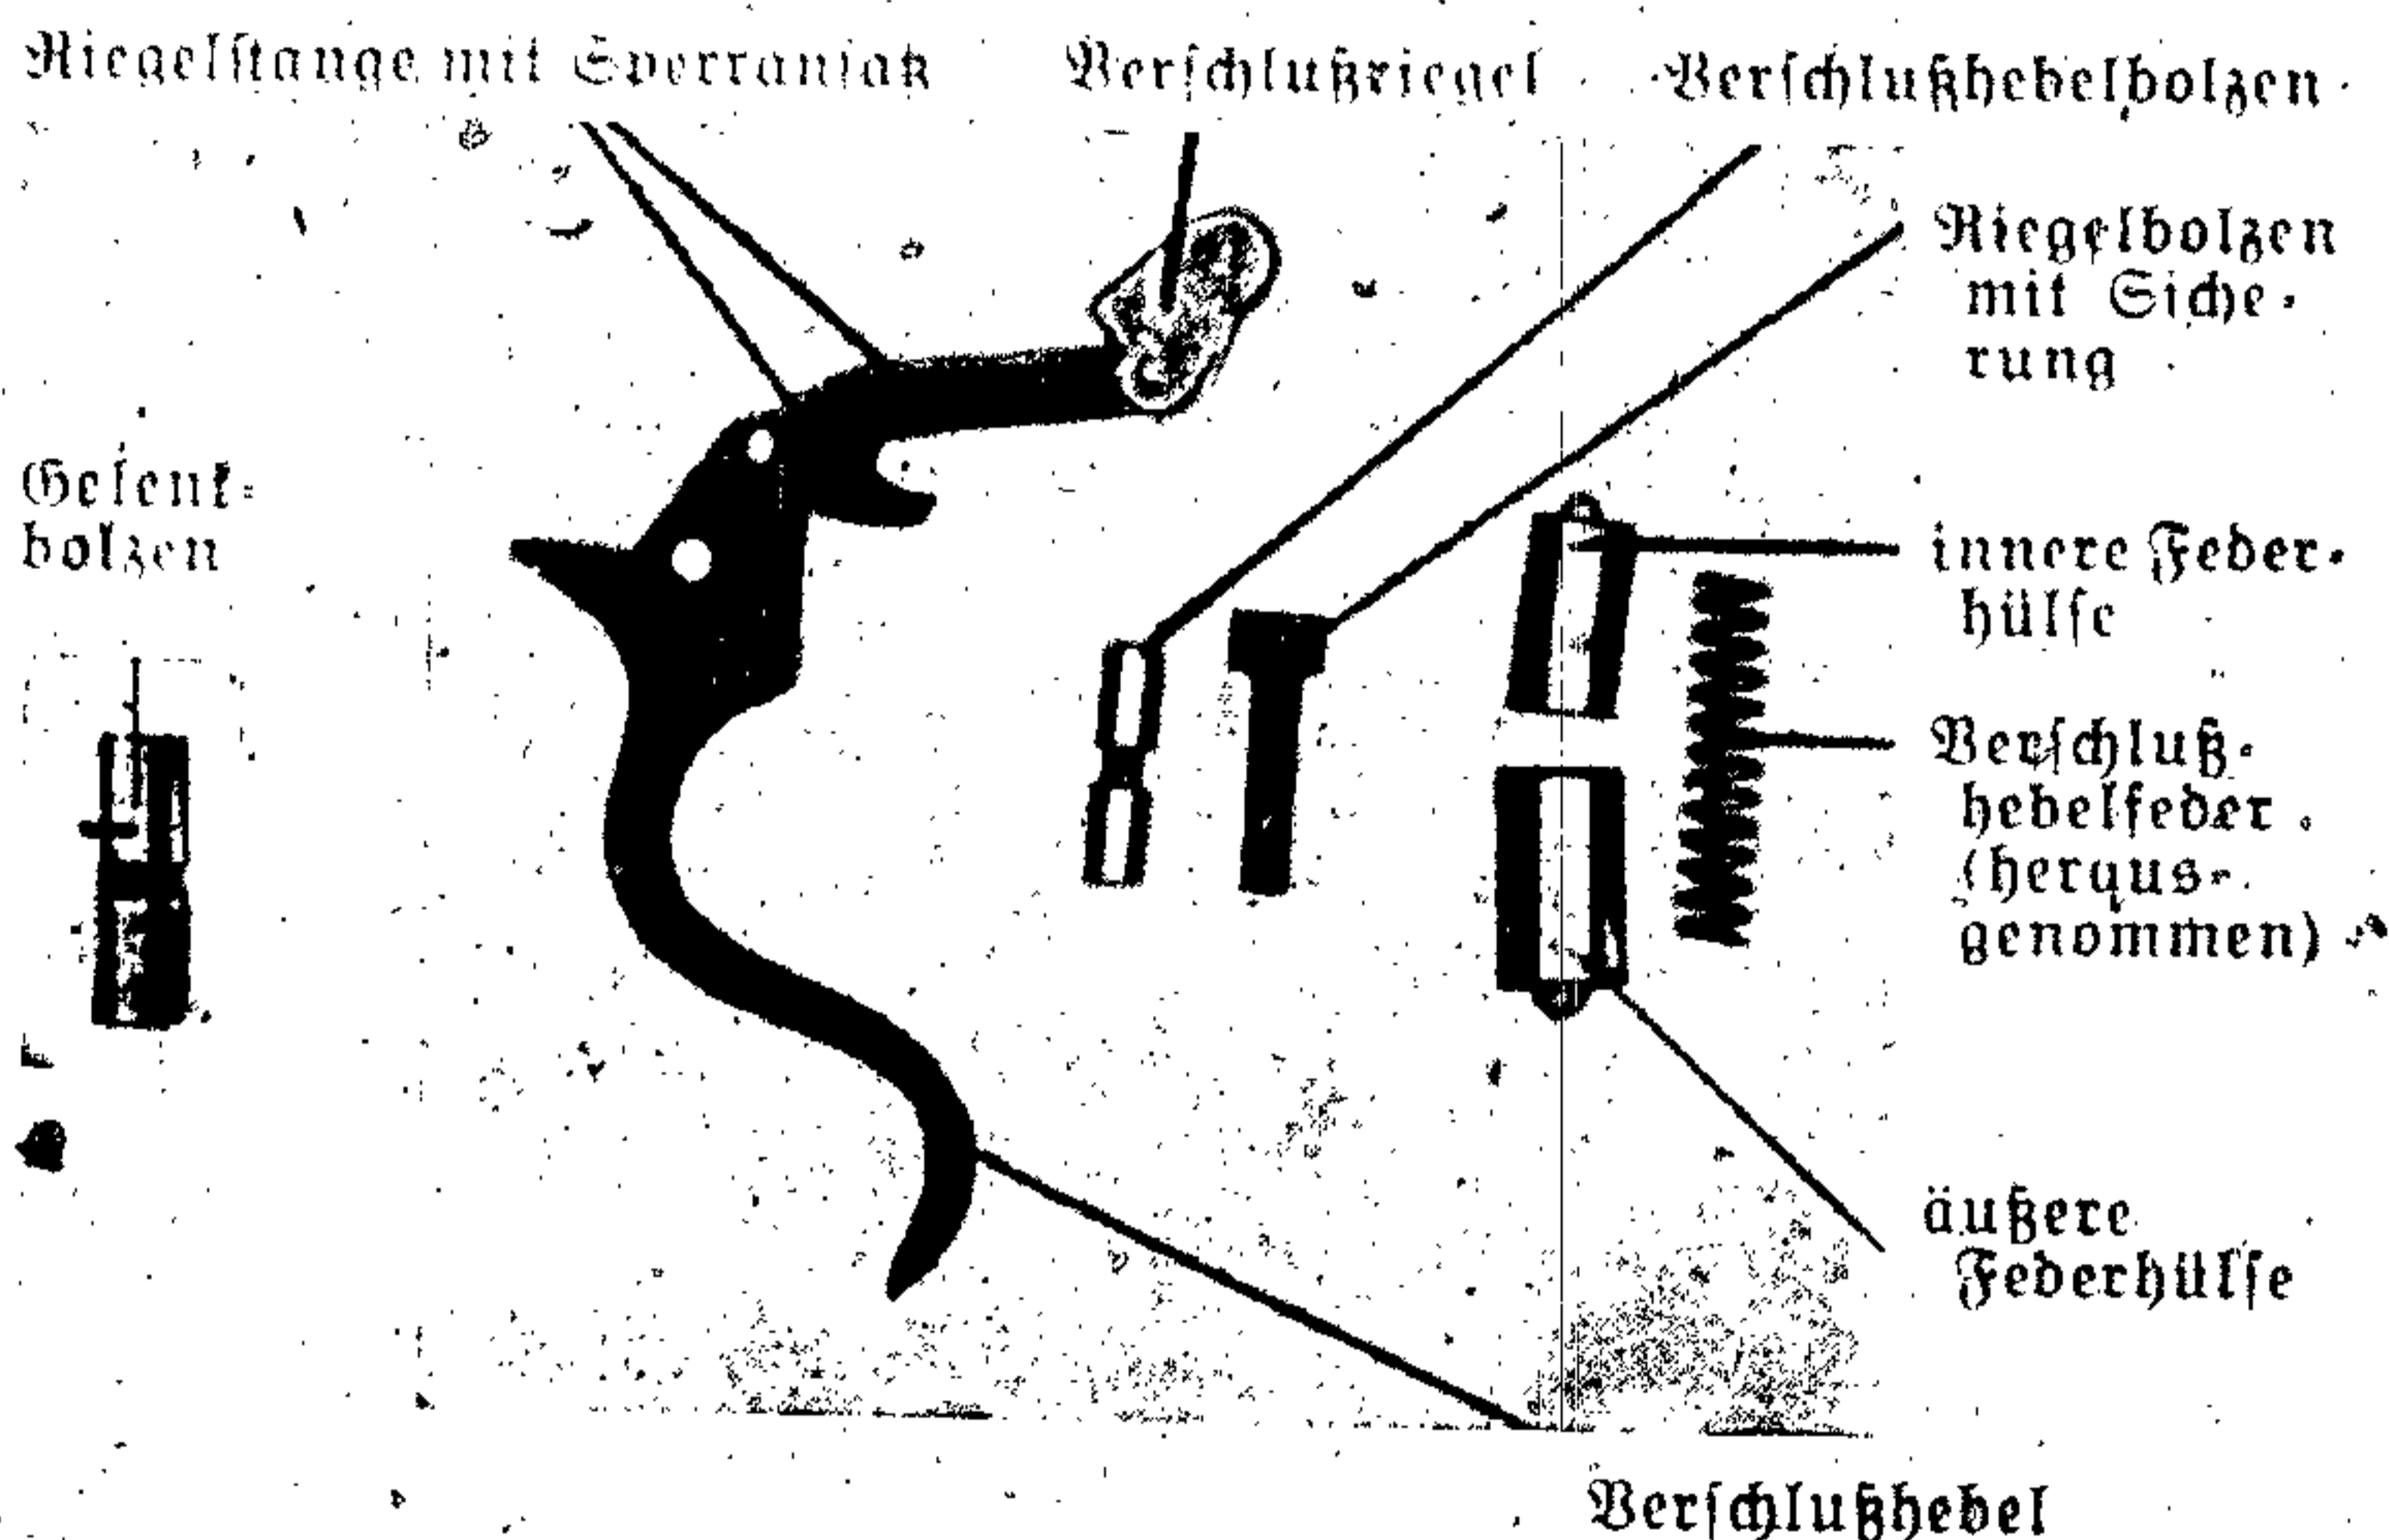

Bild 5.
8. Die Verschlusseinrichtung schließt den Lauf an den Kasten. Ihre Teile sind aus Bild 5 ersichtlich.